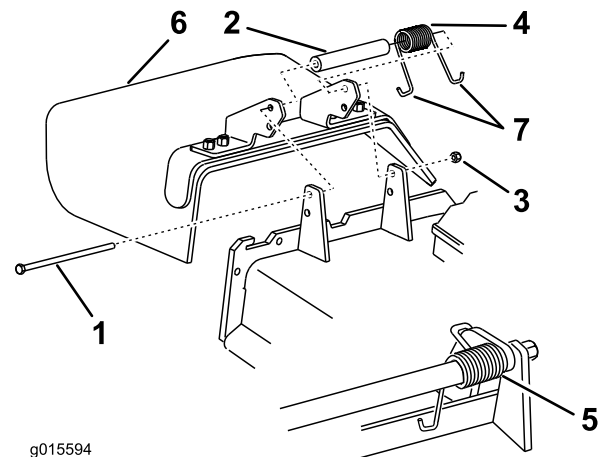

Figura 108
Nota: Asegúrese de colocar un extremo en **J** del muelle detrás del reborde de la carcasa antes de instalar el perno, según se muestra en Figura 108.
3. Instale el perno y la tuerca. Coloque un extremo en **J** del muelle alrededor del deflector de hierba (Figura 108).